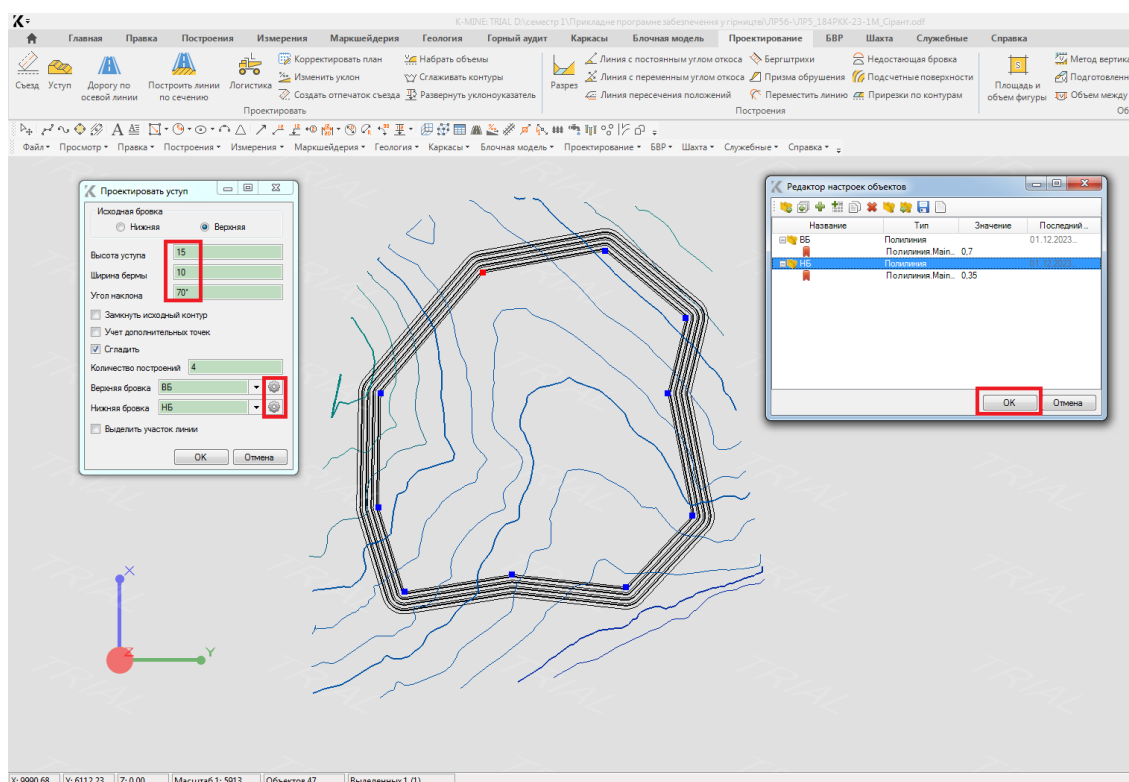

Рисунок 2.1 - Приклад виконання завдання 3
3. Побудуйте положення гірничих робіт до перетину з денною поверхнею за допомогою функції побудови уступу з такими даними: кут відкосу – 70 градусів, висота уступу – 15 м, ширина берми – 10 м. Товщина верхньої брівки – 0,7 мм, нижньої – 0,35 мм. Колір – чорний (рис.2.1).